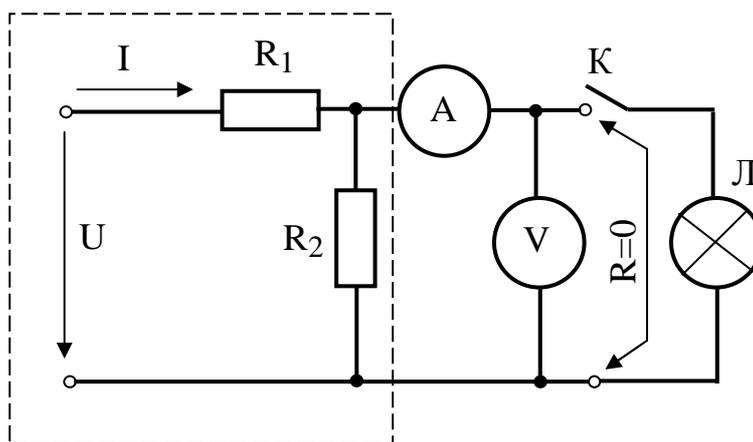

Рис. 8.5
3. Собрать электрическую цепь по схеме на рис. 8.5. Источник электрической энергии использовать с постоянным напряжением $U = 15 \text{ В}$; резисторы R_1, R_2 выбрать согласно заданному варианту. Предъявить собранную цепь для проверки преподавателю.